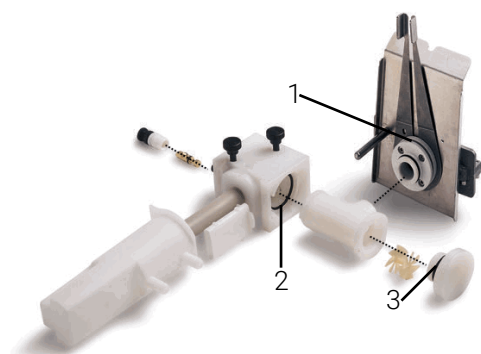

Figure 4. Chambre de nébulisation et brûleur démontés avec :
- Trois joints toriques, à l'intérieur du brûleur, de la chambre de nébulisation et du bouchon de surpression (voir la Figure 4)